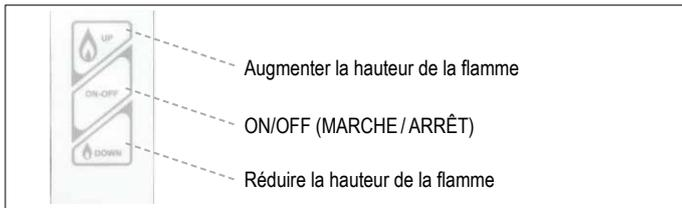

Figure 19: Pavé de touches / commutateur mural
- Appuyer sur le bouton **ON-OFF** (voir figure 19) jusqu'à ce que deux bip courts (version CE, AGA) ou un bip continu (version CSA) confirment que la séquence de début a commencé; relâcher le bouton.